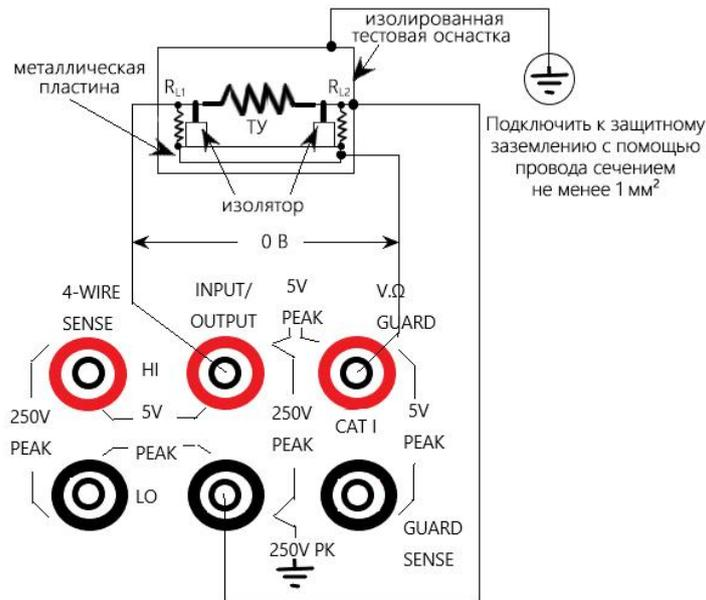

Рис. 9.13. Подключение в режиме «CABLE guard».
На рис. 9.13 показано подключение в режиме «CABLE guard». Разъём V.Ω GUARD с помощью измерительных проводов подключен к металлической пластине с изолированными измерительными контактами. Так как напряжение на обоих концах изолированного измерительного контакта одинаково, падение напряжения на паразитных сопротивлениях R_{L1} и R_{L2} равно нулю, и утечки тока не происходит. Таким образом, прибор измеряет силу тока, протекающего через ТУ.
1. В режиме «CABLE guard» необходимо использовать подключение, показанное на рис. 9.13.